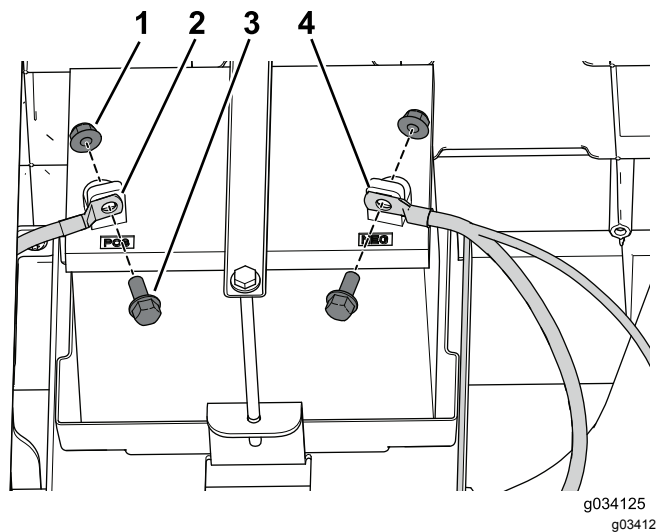

Figura 7
7. Desligue o cabo negativo (-) da bateria e depois o cabo positivo (+) (Figura 7).
3. Prenda os cabos da bateria utilizando os dois parafusos e duas porcas previamente removidos e ligue os terminais da bateria (Figura 7).